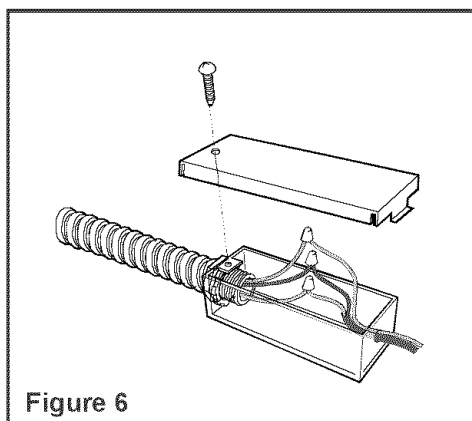

Figure 6
18. Connecter le fil noir du panneau de commandes au fil noir ou rouge de la boîte de connexion, le fil blanc au fil blanc et le fil vert au fil vert/jaune (Figure 6).